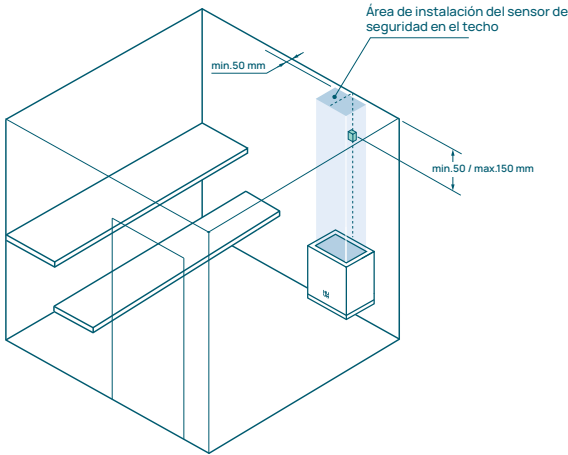

Figura 1. Ubicación del sensor de temperatura/seguridad.
* - Las distancias mínimas de seguridad al techo son válidas solo si el sensor de temperatura/seguridad se coloca en el área designada en la pared o el techo como se indica en la Figura 1.
* - Las distancias mínimas de seguridad al techo son válidas solo si el sensor de temperatura/ seguridad se coloca en el área designada en la pared o el techo como se indica en la Figura 1.